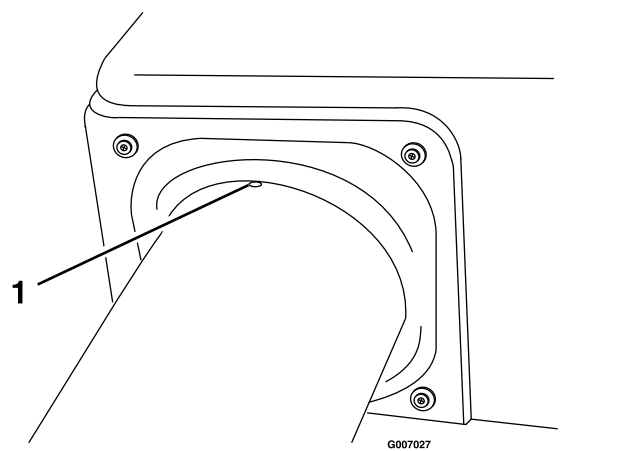

Figure 49
6. Placez la petite bosse dans le tube supérieur exactement entre les vis de fixation du joint à la trémie (Figure 49).
10. Vérifiez que la bosse de Figure 49 est toujours en place.